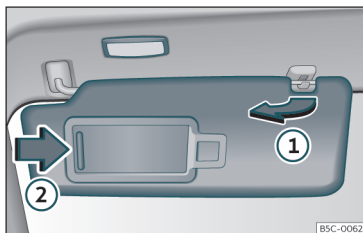

Fig. 103 Parasol.
- El parasol puede extraerse de la fijación y girarse hacia la puerta >>> fig. 103 ①.